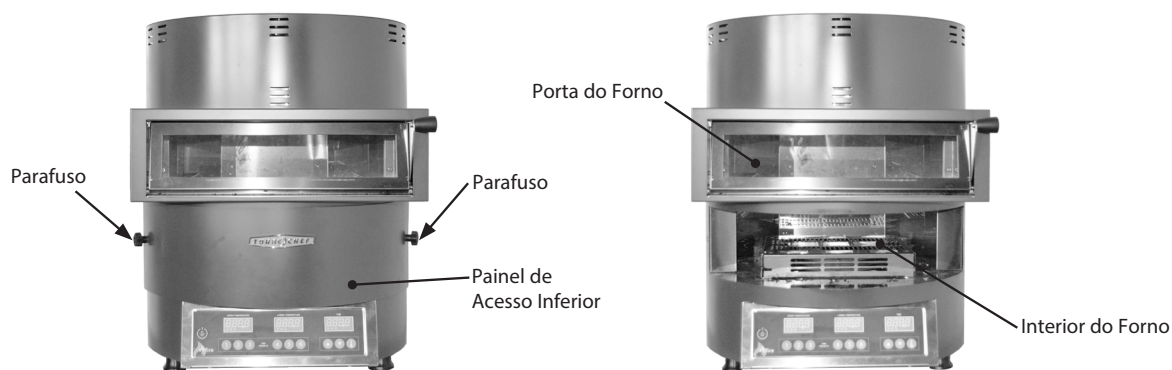

Figura 6: Manutenção
5. Verifique se o painel de acesso inferior está instalado corretamente (parafusos estão apertados), consulte a Figura 6, Pagina 5 para informação.
- Remova o painel de acesso inferior, removendo os dois parafusos (veja a Figura 6, acima).